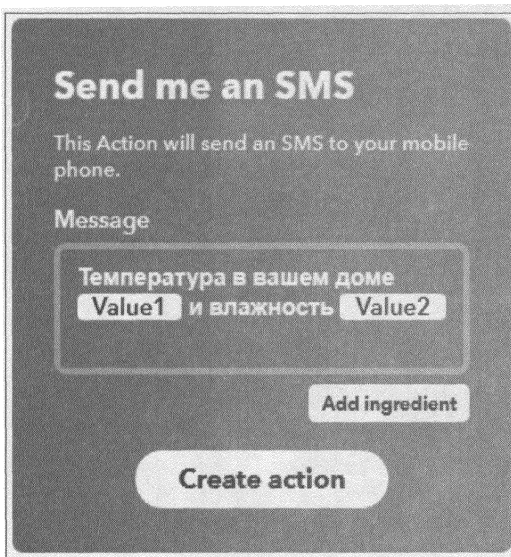

Рис. 7.27. Шаблон сообщения с указанием переменных для подстановки
7. Ваше сообщение в итоге должно выглядеть, как показано на рис. 7.27.